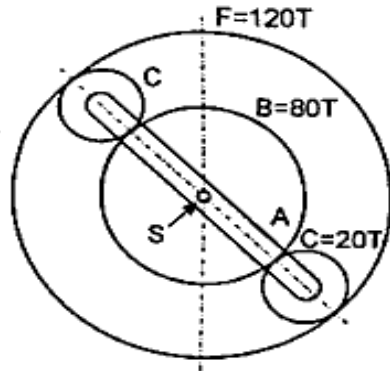

Fig.2 (चित्र 2)
b) Fig:2, shows an epicyclic gear in which arm A is fixed to the shaft S, B is free to rotate on S and F is separately driven. A receives 7.5 kW at 200 rpm and F is driven in the same direction at 100 rpm. Determine the speed of B and the torque on its shaft.
Fig:2, एक एपिसाइकलिक गियर दिखाता है जिसमें A हाथ शाफ्ट S के लिए तय किया गया है, B, S पर घूमने के लिए स्वतंत्र है और F अलग से संचालित है। A 200 rpm पर 7.5 kW प्राप्त करता है और F उसी दिशा में 100 rpm पर संचालित होता है। B की गति और उसके शाफ्ट पर टॉर्क का निर्धारण करें।